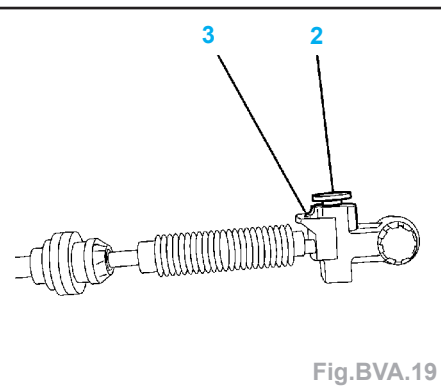

Fig.BVA.19
- Levier de passage (1) au maximum vers l'arrière du véhicule (A) (Fig.BVA.19).
- Verrouiller le réglage de la vitesse en appuyant sur la pièce plastique orange (2).